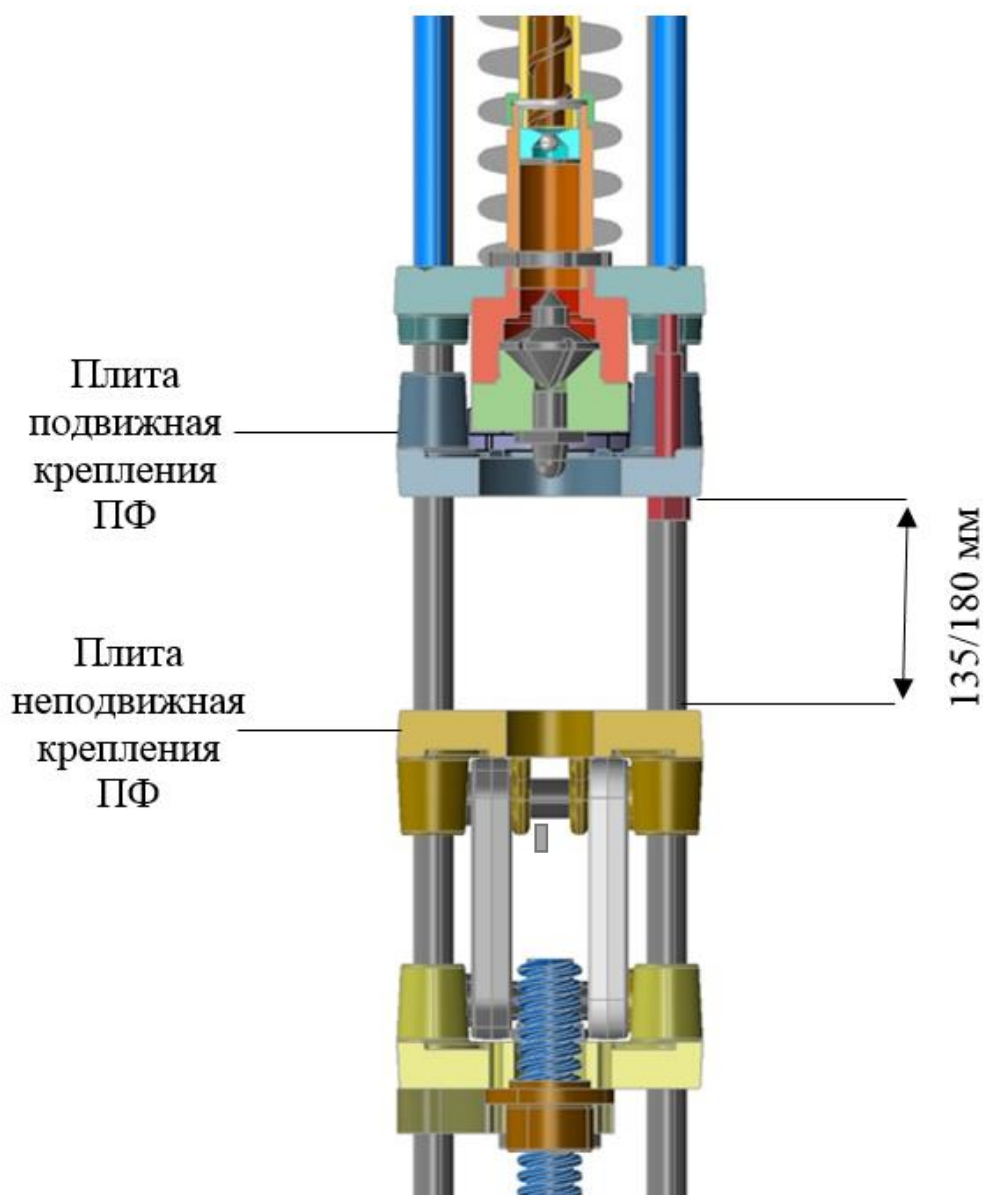

Рис. 1.1 – Расстояние хода подвижной плиты
- min/max ход подвижной плиты (рис. 1.1), (таб. 1);